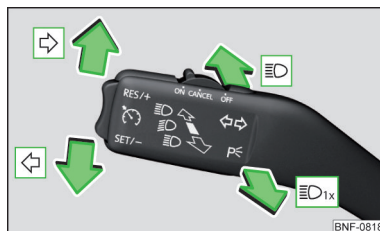

Bild 39
Manöverspakslägen » bild 39
► Tryck manöverspaken så långt det går i läget  eller  » bild 39 på sidan 48.